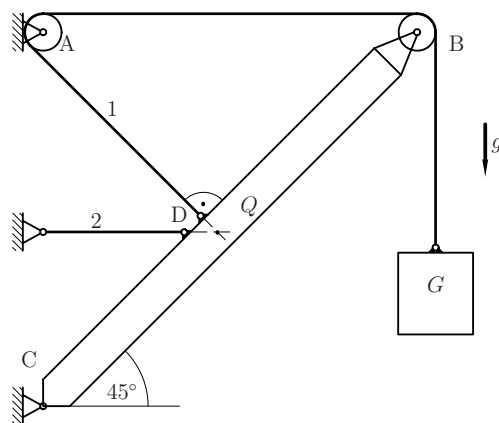

Bild 2.1: Kran mit Ausleger und Seilen
- Skizzieren Sie die Freikörperbilder zur Berechnung aller Auflager- und Gelenkkräfte sowie der Seilkräfte für die in Bild 2.1 gezeigte Lage.